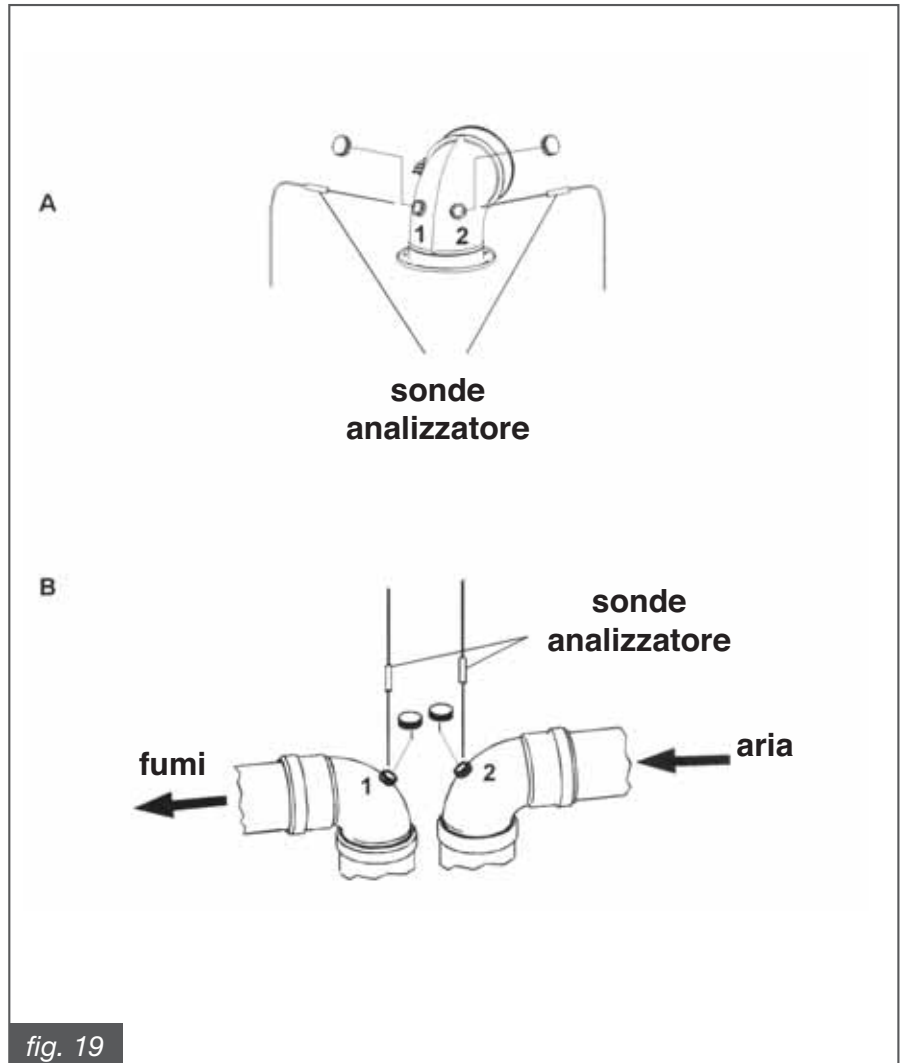

fig. 19
- misura dell'aria comburente prelevata nell'apposito foro 2 (vedi fig. 19 A).
- misura della temperatura fumi e della CO₂ prelevata nell' apposito foro 1 (vedi fig. 19 A).
- misura dell'aria comburente prelevata nell'apposito foro 2 (vedi fig. 19 B).
- misura della temperatura fumi e della CO₂ prelevata nell' apposito foro 1 (vedi fig. 19 B).